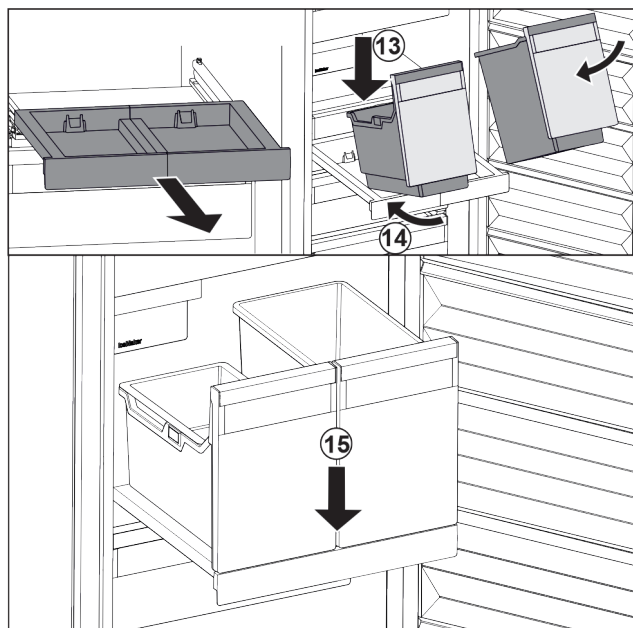

Fig. 129
- ▶ 将容器斜放在拉出式搁板上。 Fig. 129 (13)
- ▶ 将容器斜着向后推入。 Fig. 129 (14)
- ▶ 放下容器前部。 Fig. 129 (15)